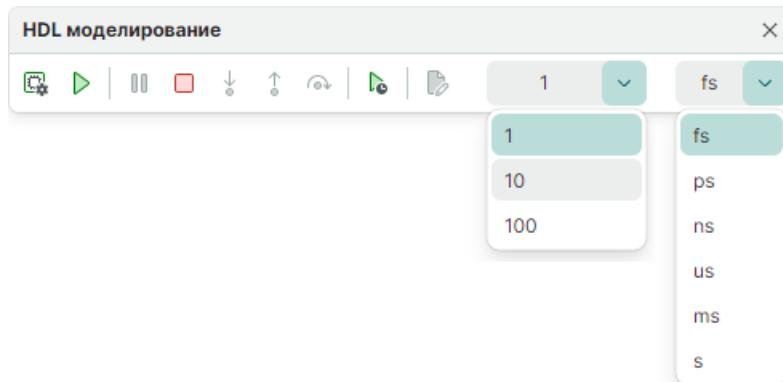

Рис. 25 Выбор параметров моделирования
2. В панели инструментов установите значение временного интервала и выберите формат времени, см. Рис. 25.